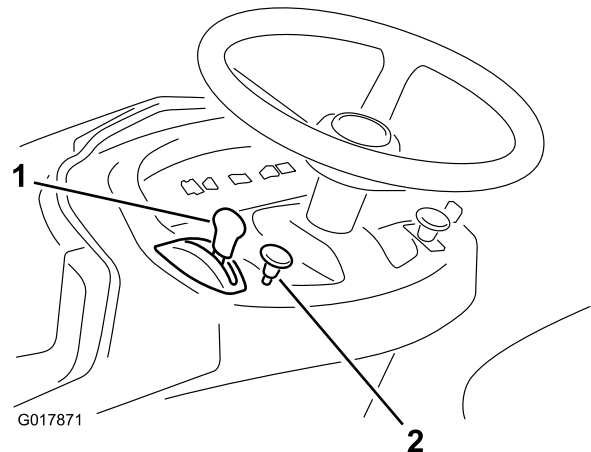

Figura 9
5. Quando avviate un motore a freddo, tirate verso l'esterno la manopola dello starter (Figura 9).
7. Quando il motore si accende, spostate lentamente la leva di comando dell'acceleratore in posizione Fast (Figura 9).
1. Spostate la leva di comando dell'acceleratore in posizione Slow (Figura 9).